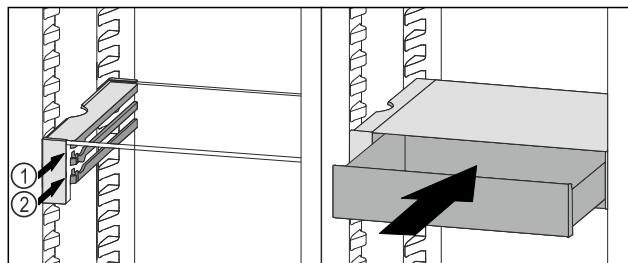

Fig. 136
- Встановити висувний ящик VarioSafe за стопорами на потрібне ребро Fig. 136 (1) або Fig. 136 (2).